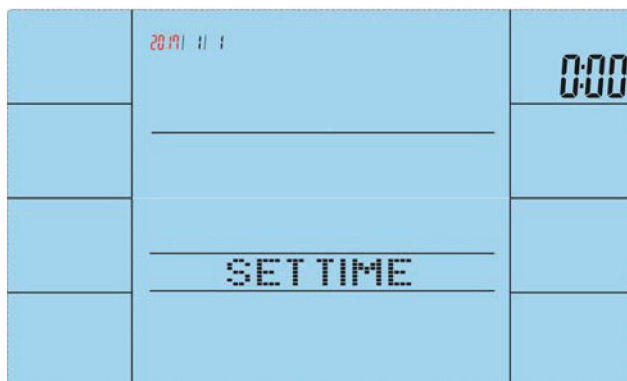

Fig. 2
2. Gå derefter til kalender- og urindstillinger (fig. 2 til 5).